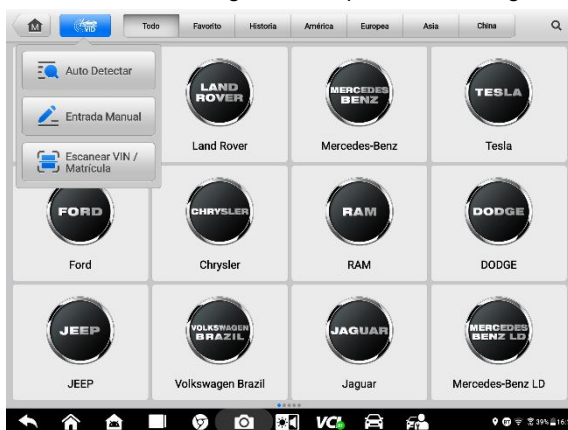

Figura 4-3 Detección automática Pantalla
3. Seleccione **Entrada manual** (*Figura 4-3*).
Toque **Escanear VIN/Matrícula** en la lista desplegable (*Figura 4-3*), la cámara se iniciará. En el lado derecho de la pantalla, de arriba a abajo, hay tres opciones disponibles: **Escanear código de barras** , **Escanear VIN** y **Escanear licencia** .